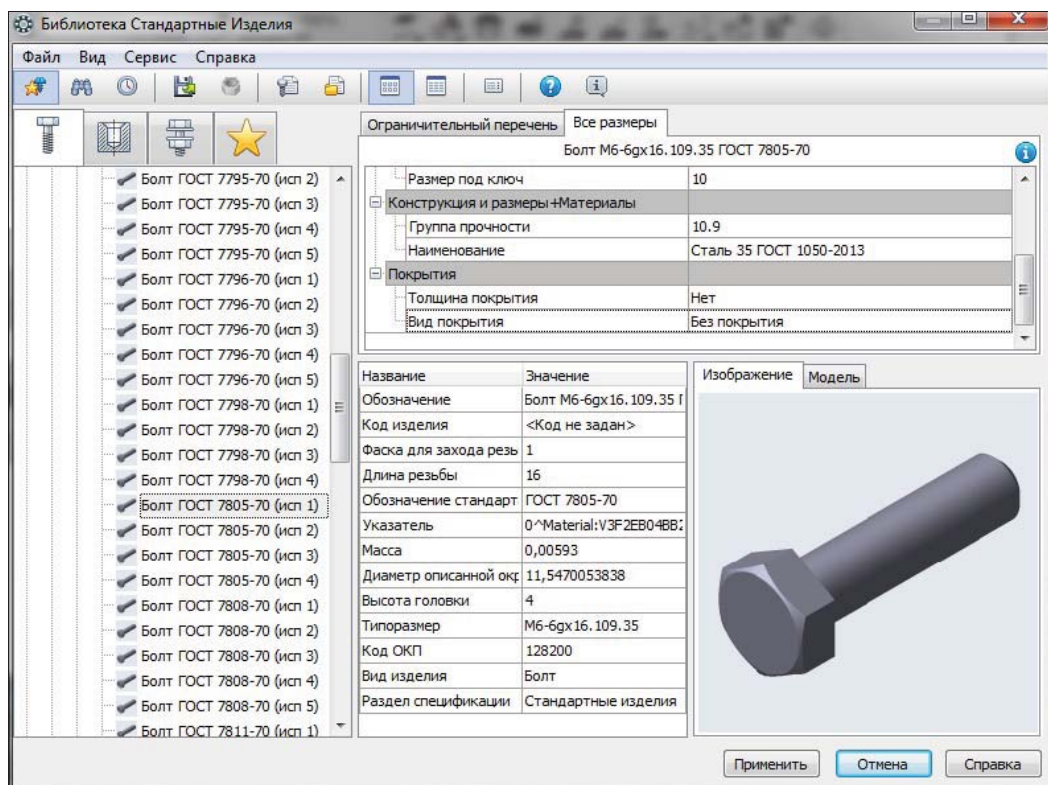

Рис. 30.23. Диалоговое окно Библиотека Стандартные Изделия с раскрытой папкой Болты
- ◆ щелкните дважды ЛК по пункту **Болты ГОСТ 7805-70 (исп.1)** — в **Области свойств** появится информация о выделенном элементе (рис. 30.23). На этой панели выполните такие действия: